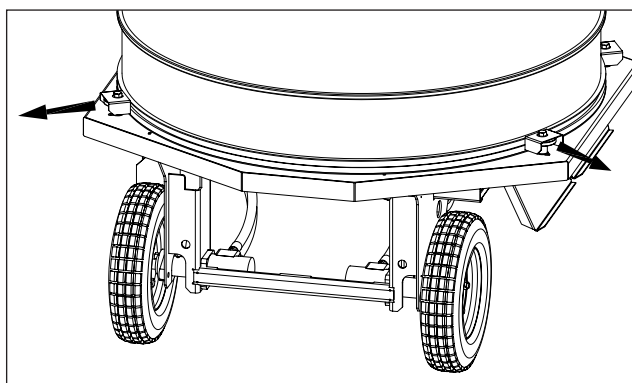

Fig. 23 Roues guide de cuve
3. Dévissez les boulons qui retiennent les roues de guides de cuve arrières et glissez-les vers l'arrière (figure 23).